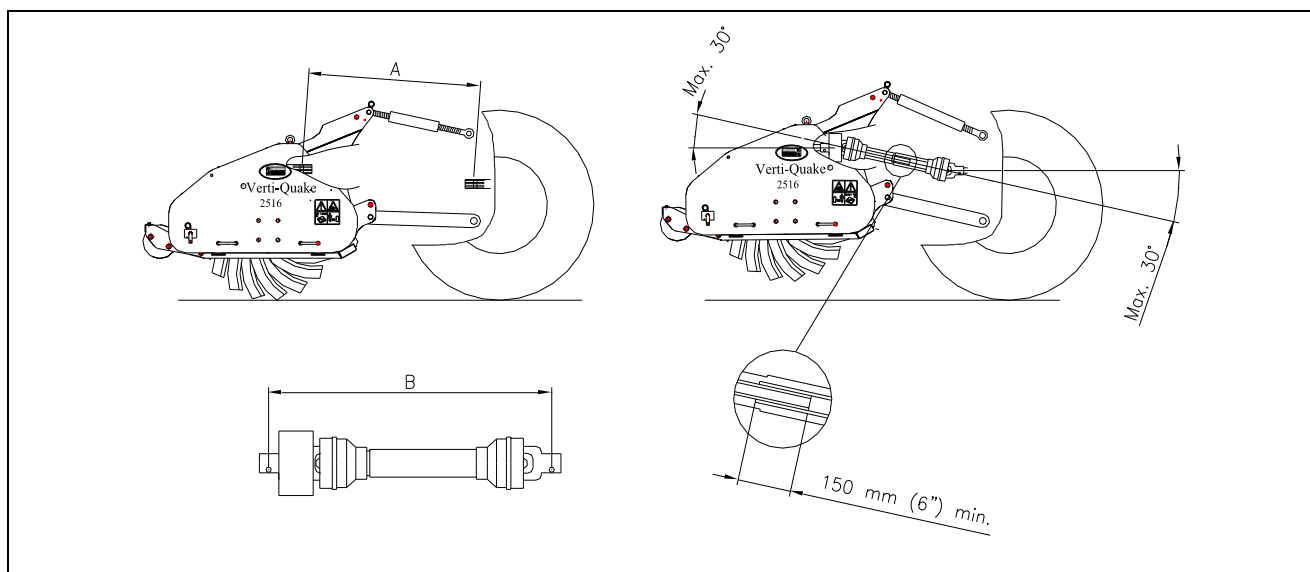

Fig. 9
4.1 LENGTE VAN DE PTO (fig. 9)